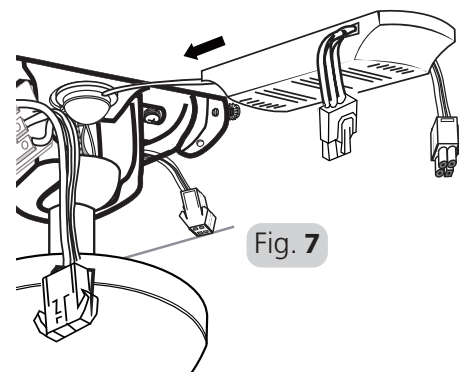

Fig. 7
3. Den Empfänger der Fernbedienung zwischen Halterung und Kugelgelenk einsetzen. Siehe Abb. 7.
3. Insert the remote control receiver between the bracket and the ball joint. Refer to Figure 7.
3. Insérez le récepteur de télécommande entre le support et le joint à bille. Voir Figure 7.
3. Установите приемник дистанционного управления между кронштейном и шарниром. См. рис. 7.
3. Umieścić odbiornik pilota zdalnego sterowania pomiędzy wspornikiem a przegubem kulowym. Patrz rysunek 7.